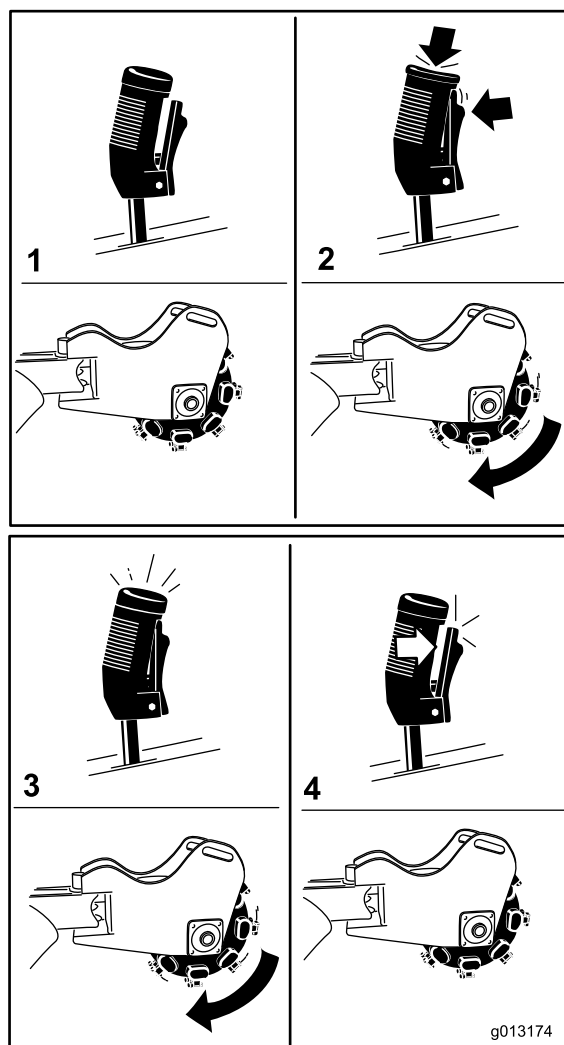

Figura 12
- Per avviare il fresa ceppi (Figura 12), premete il pulsante a grilletto e poi il pulsante rosso in alto sulla leva. Avviate il fresa ceppi, rilasciate il pulsante rosso.
- Per arrestare il fresa ceppi (Figura 12), rilasciate il dispositivo di azionamento per più di mezzo secondo.